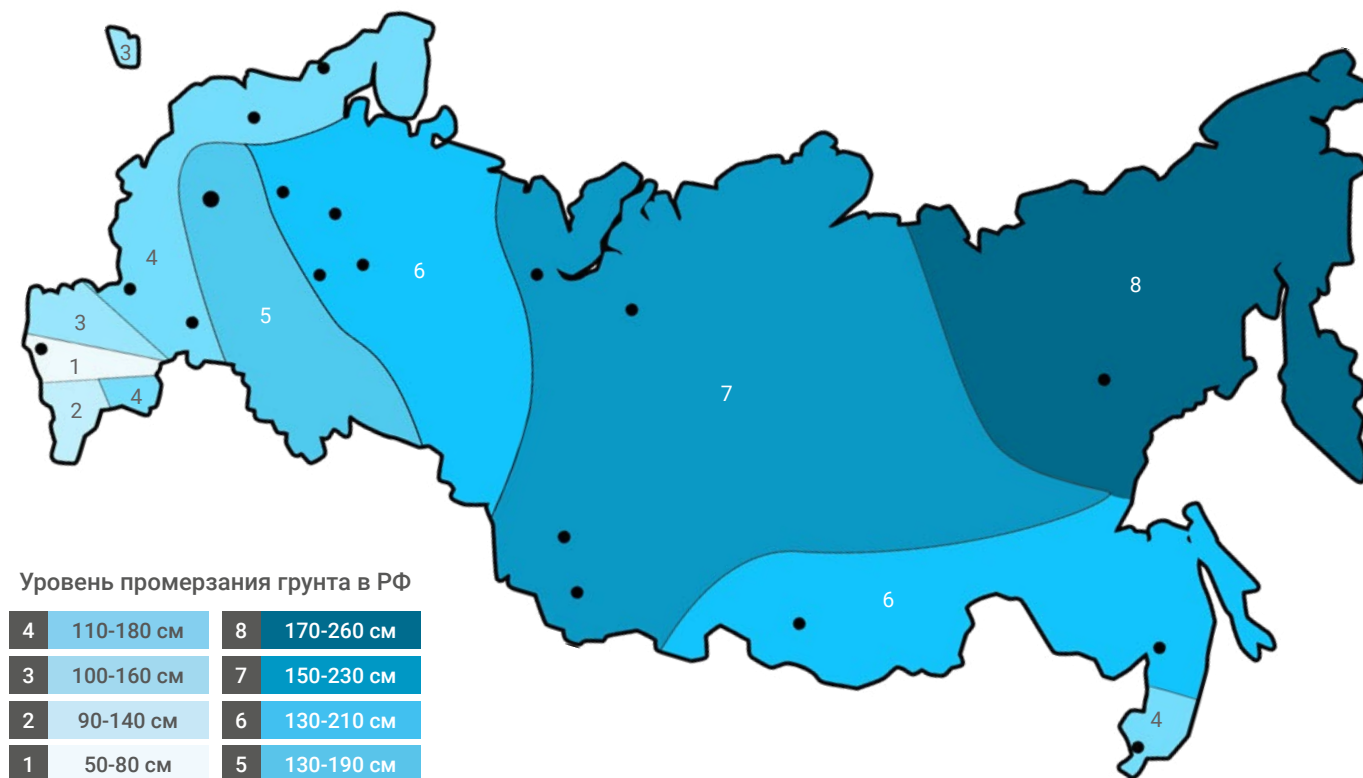

Рис. 9
1. Свайно-ростверковый и ленточный фундамент нужно залить ниже уровня промерзания грунта* (рис. 9).